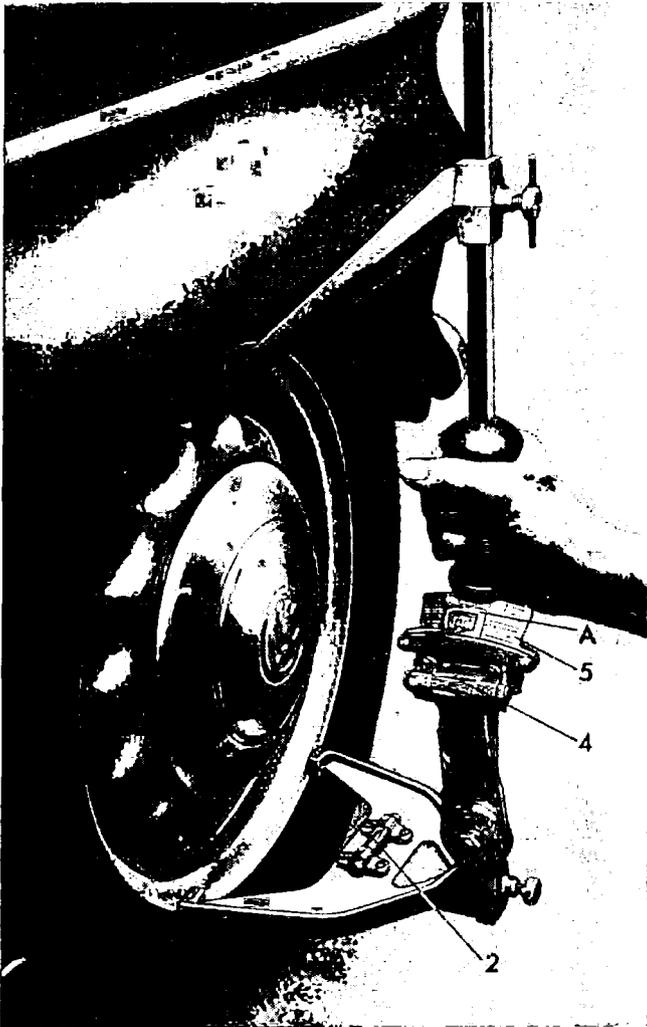

Abb. 6. Messen des Radsturzes
- Die untere Libelle wird durch Schwenken des Meßgerätes je nach Bedarf in Richtung nach rechts bzw. links ausgerichtet. Nach dem Ausrichten wird das Meßgerät an der Felge angedrückt (Abb. 6).
- Die obere Libelle (4) wird durch Schwenken des Zeigers (3) ausgerichtet. Der Winkel des Radsturzes wird sodann unmittelbar an der unteren schwarzen Skala oberhalb der Zeigermarke abgelesen. Die Ablesung erfolgt vom mittleren Nullzeichen in Richtung zum Rad.